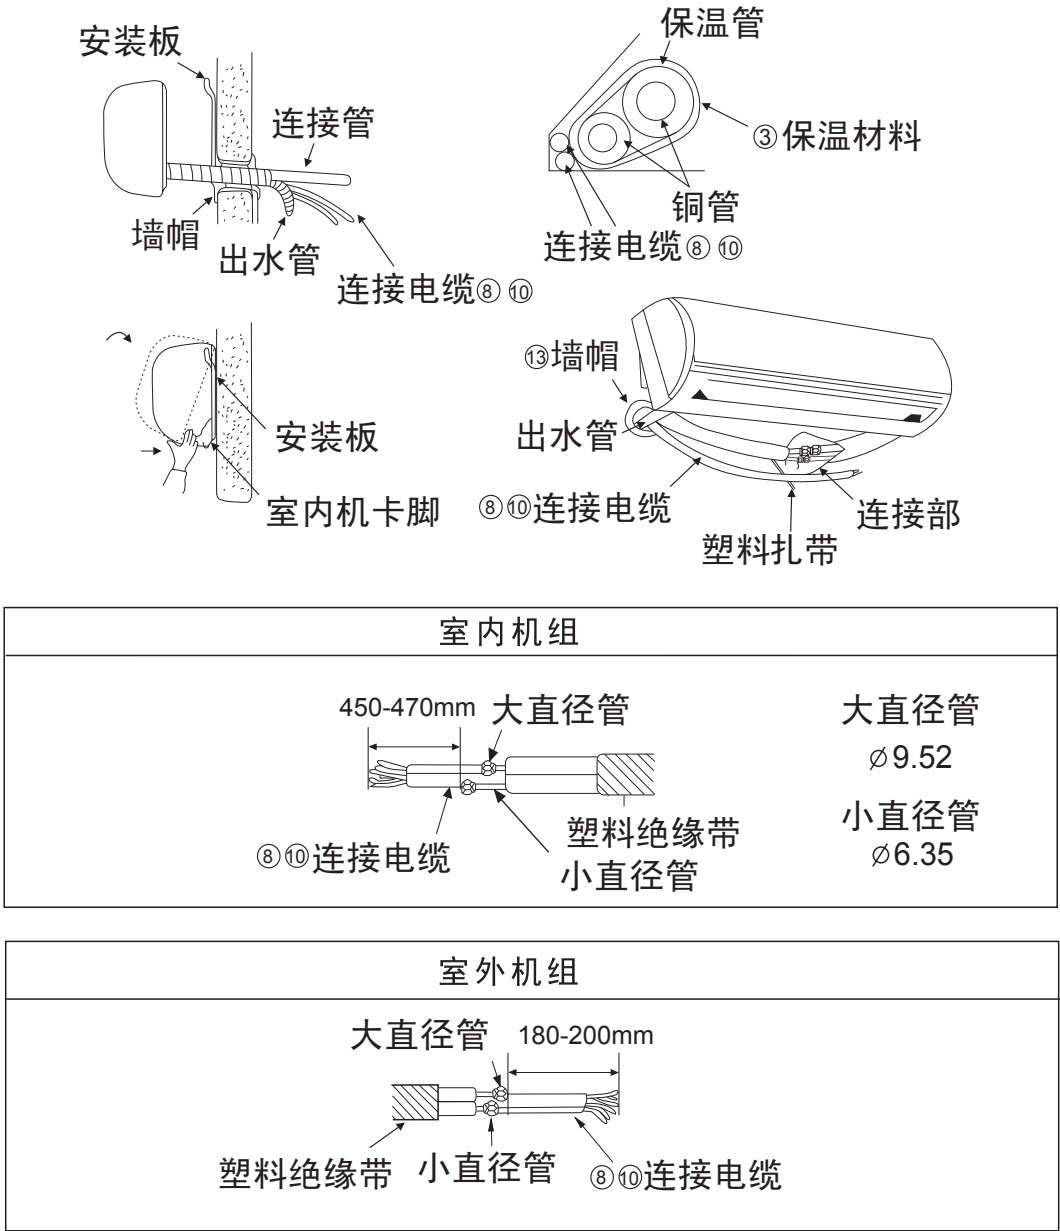

图11
- (1) 把出水管塞进预埋在墙壁内的墙洞管内。
- (2) 当把铜管接上之后，请首先合拢铜管上开口处保温材料，裹紧接口处。
- (3) 再用附件 ③ 保温材料包扎室内机组铜管接口处。
- (4) 修整电线与铜管以便将它们塞进机组后面，并用塑料扎带固定。
- (5) 重新把机组的上下的投影搭扣部位牢固地勾在安装板凸出的钩子上。（如图11所示）
- (6) 室内外连接管与电线的排列安装按图11所示。